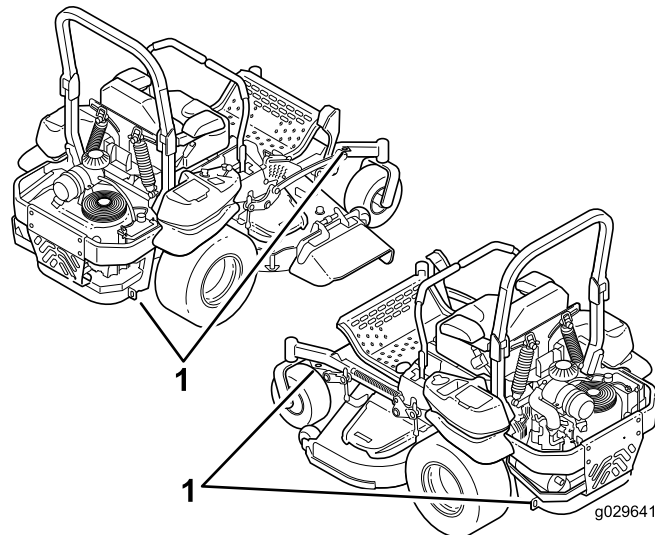

Figura 39
5. Utilize os pontos de fixação na máquina para prendê-la com segurança ao atrelado ou camião com cintas, correntes, cabo ou cordas (Figura 39).